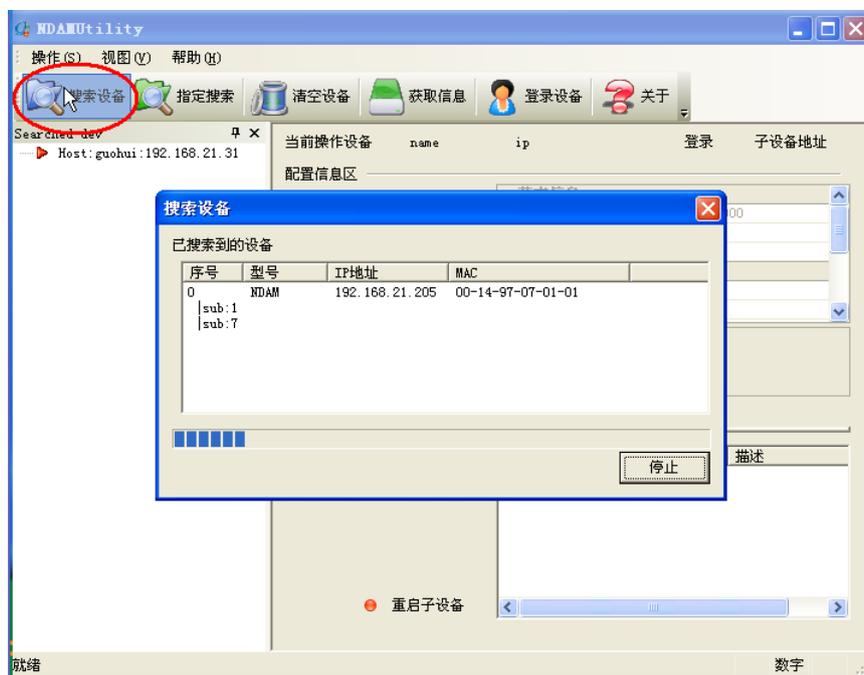

图 3.3 搜索设备
- 2) 单击界面上的“搜索设备”按钮，进行设备搜索，如图 3.3 所示。